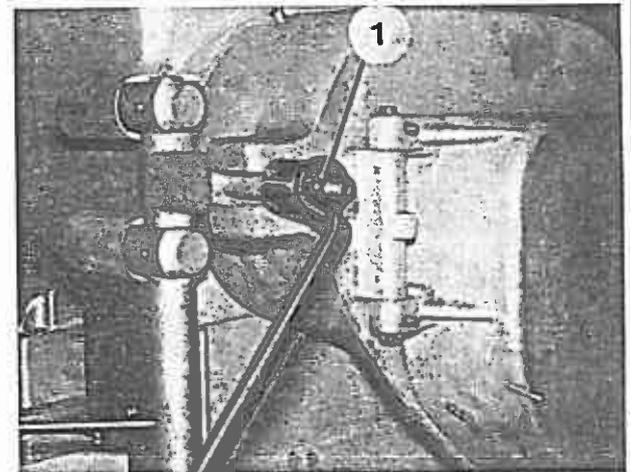

Bild 121.14
9. Sechskantmutter (Bild 121.14/1) lösen, Schwenkbolzen umlegen und Räderkasten aufklappen.